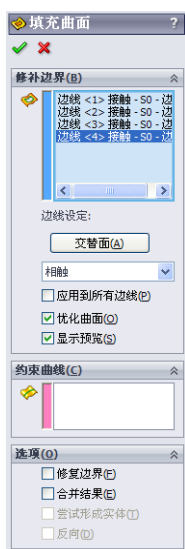

图 9-117 标注草图尺寸
(12) 填充曲面。选择菜单栏中的“插入”→“曲面”→“填充”命令，或者单击“曲面”工具栏中的（填充曲面）按钮，此时系统弹出如图 9-117 所示的“填充曲面”属性管理器。在视图图中选择如图 9-117 所示的边线，单击属性管理器中的（确定）按钮，结果如图 9-118 所示。